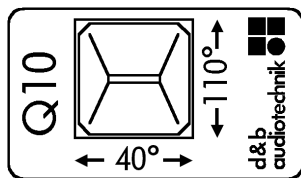

Fig. 11: Etiqueta para la dispersión de la trompeta
2. Gire la trompeta hasta 90° - Fig. 11.